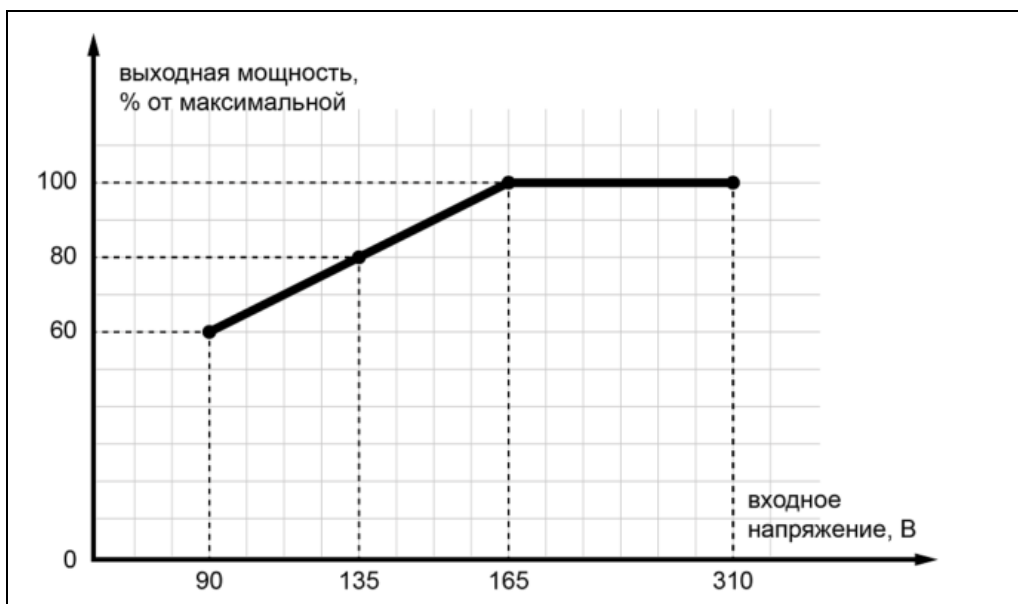

Рис. 2. График зависимости выходной мощности стабилизатора от входного напряжения.
**3. Индикатор нагрузки** - изменяется пропорционально току нагрузки. По индикатору нагрузки можно отслеживать текущую нагрузку на стабилизатор. Запрещается использовать стабилизатор в условиях перегрузки по мощности. Следует помнить, что при пониженном напряжении в электросети эффективная мощность стабилизатора пропорционально снижается. Зависимость эффективной мощности стабилизатора от входного напряжения показана на рис. 2.